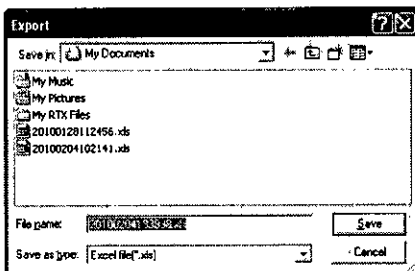

Imagen 6-20
- ◆ Exportar resultados: Es posible exportar los resultados de la consulta a un archivo excel haciendo clic en el botón "Exportar resultados". El sistema mostrará el siguiente cuadro de diálogo (imagen 6-20). Se deberá seleccionar la ruta para exportar y el nombre del archivo excel y luego hacer clic en el botón "Guardar".